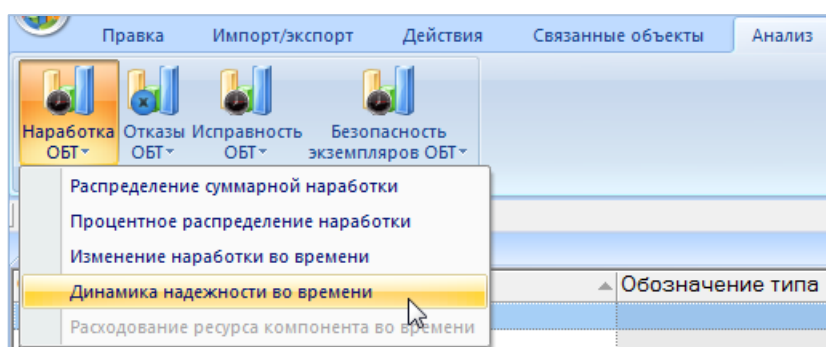

Рис. 25-40 – Выбор диаграммы по наработке
- 3) Нажать кнопку «Наработка ФИ» панели «Диаграммы» на вкладке «Анализ» и выбрать пункт «Динамика надежности во времени» (рис. 25-40).